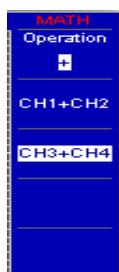

图 5-180 运算符“加”菜单
(10) Math : 数学运算按钮。单击“Math” 按钮后，会显示如图 5-180 所示菜单，其中 Operation  软按键有加、减、FFT 这 3 个选项可以选择。
1) 当选项选为“加”时，菜单如图 5-180 所示，可进行 CH1+CH、CH3+CH4 波形数学运算。